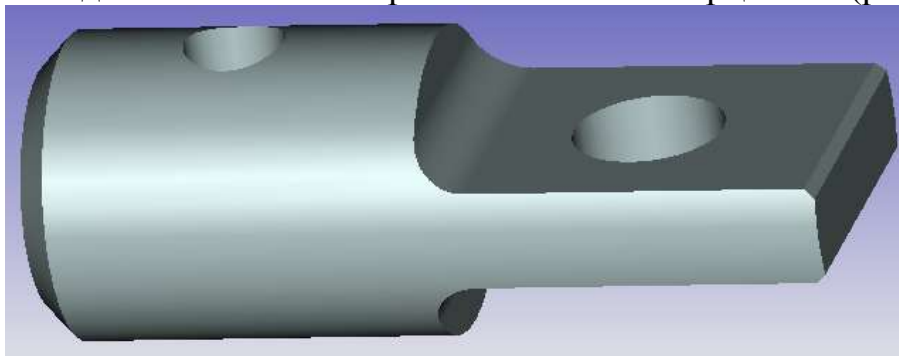

Рис. 13. Создание фасок
10. Используя операцию **Сглаживание**, создайте фаски 1x45° на вырезанных кромках детали и 3x45° на противоположном торце вала (рис. 13).